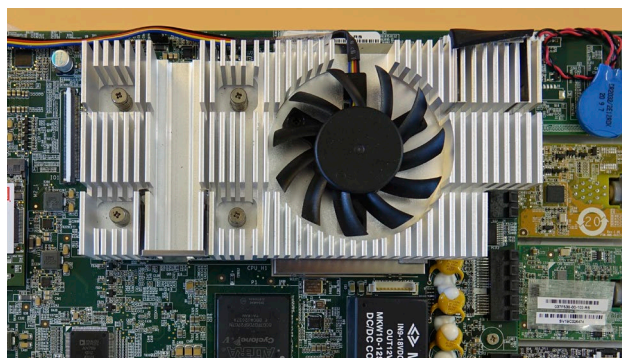

Figura 25 Instalación del ventilador
e) Coloque el nuevo ventilador con el cable orientado hacia el borde superior de la unidad de visualización (Figura 25)